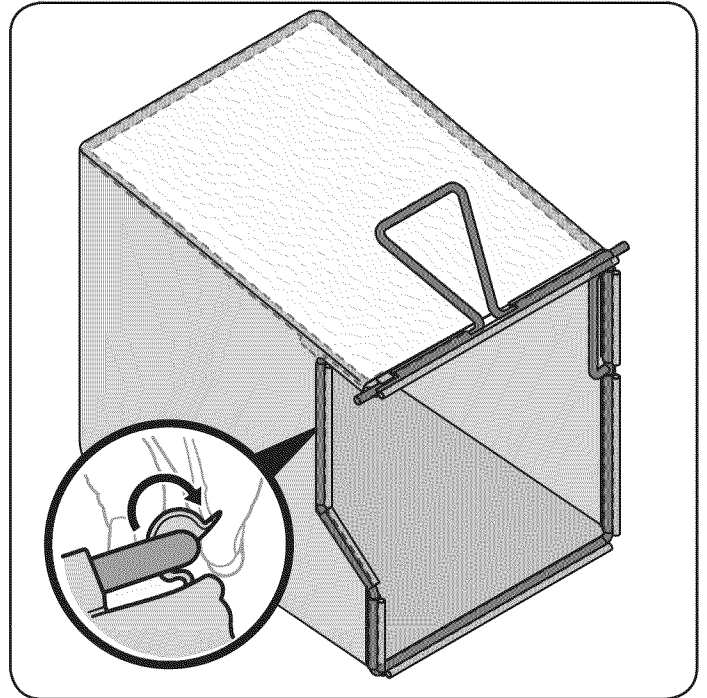

Figura 6
- Deslice el canal plástico de la bolsa sobre los ganchos del marco. Vea la Figura 6.